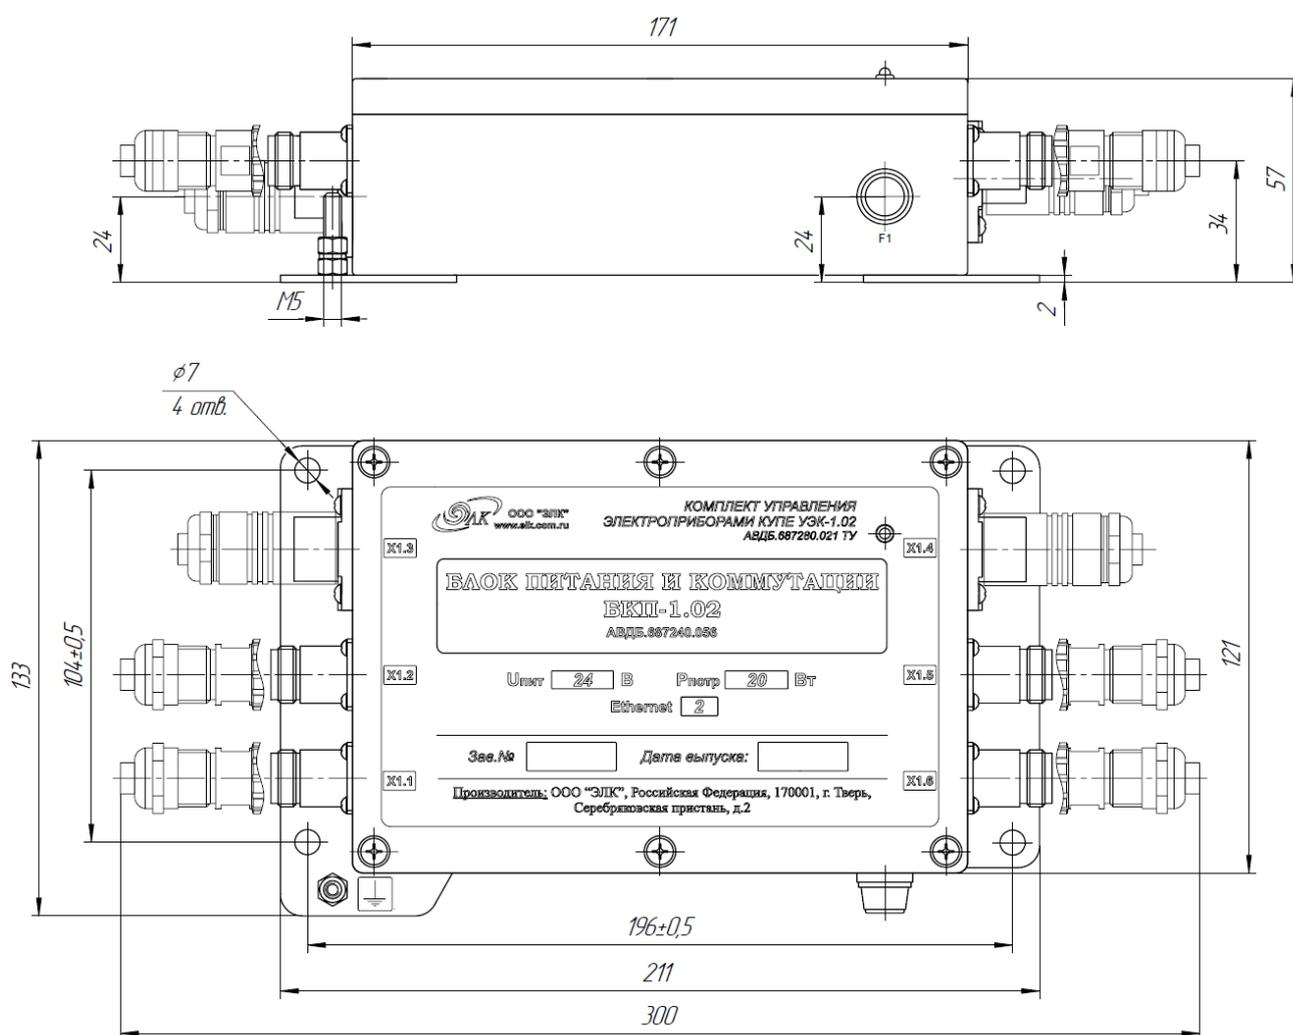

Рис. 1 Внешний вид, габаритные и присоединительные размеры блока питания и коммутации БКП-1.02
2.5 Габаритные и присоединительные размеры блока согласно рис.1
4.1 БКП-1.02 выполнен в виде металлического корпуса с разъемами (см. рис.1) и предназначен для установки в запотолочное пространство. Блок имеет следующие разъемы: